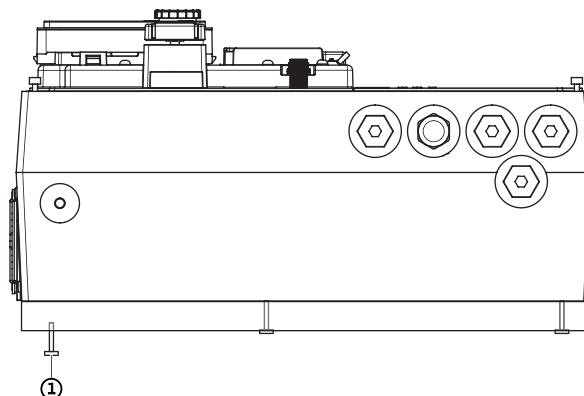

Fig. 116: Liberación de los placa adaptadora
6. Suelte los tornillos de la placa adaptadora de la parte inferior del módulo electrónico (Fig. 116, Pos. 1).